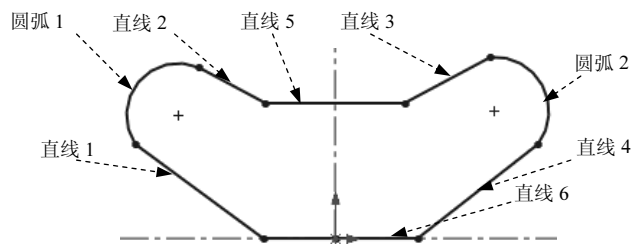
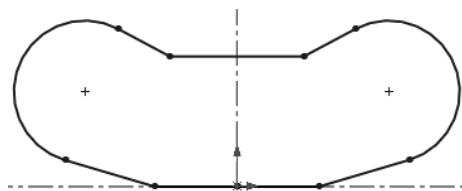

图 3.4 绘制的圆弧
图 3.5 添加几何约束
(3) 绘制圆弧。选择下拉菜单 **工具(T)** → **草图绘制实体(E)** → **三点圆弧(3)** 命令,在图形区中绘制图 3.4 所示的圆弧。
Step 4 添加几何约束。按住 Ctrl 键，选择直线 6 与水平中心线，在 **添加几何关系** 区域中单击 **共线(L)** 按钮。按住 Ctrl 键，选择图 3.4 所示的圆弧 1 和圆弧 2，系统弹出“属性”对话框，在 **添加几何关系** 区域中单击 **= 相等(Q)** 按钮。按住 Ctrl 键，选择图 3.4 所示的圆弧 1 与直线 1，在 **添加几何关系** 区域中单击 **相切(A)** 按钮。同理，创建圆弧 1 和直线 2 的相切约束，圆弧 2 和直线 3 的相切约束，圆弧 2 和直线 4 的相切约束，按住 Ctrl 键，选择图 3.4 所示的圆弧 1、竖直中心线与圆弧 2，在 **添加几何关系** 区域中单击 **对称(S)** 按钮。同理，添加直线 2 与直线 3 关于竖直中心线对称，直线 1 与直线 4 关于竖直中心线对称。按住 Ctrl 键，选择图 3.4 所示的直线 5，在 **添加几何关系** 区域中单击 **— 水平(H)** 按钮。同理，添加直线 6 的水平约束。约束后的图形如图 3.5 所示。